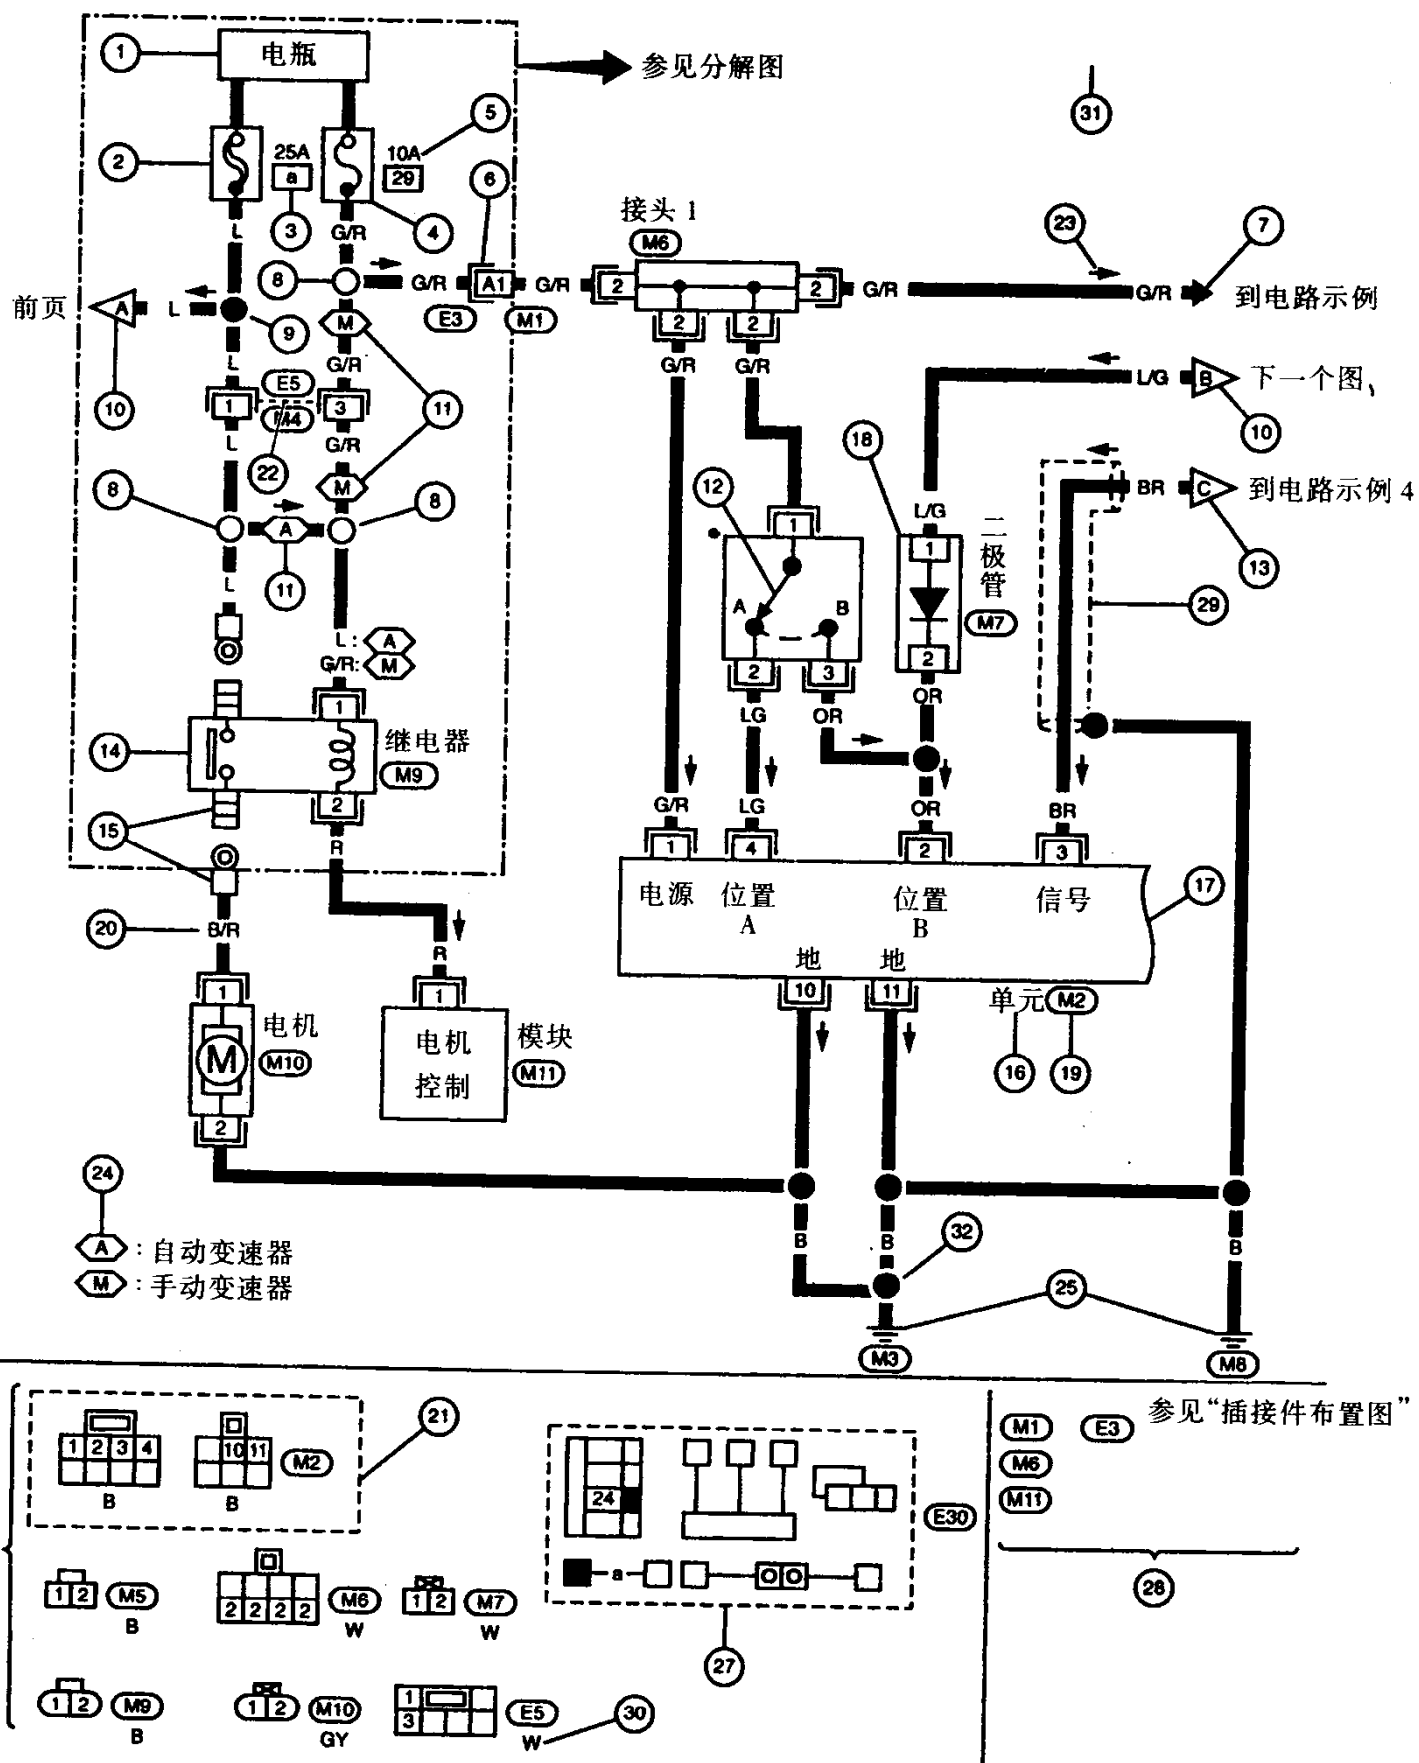
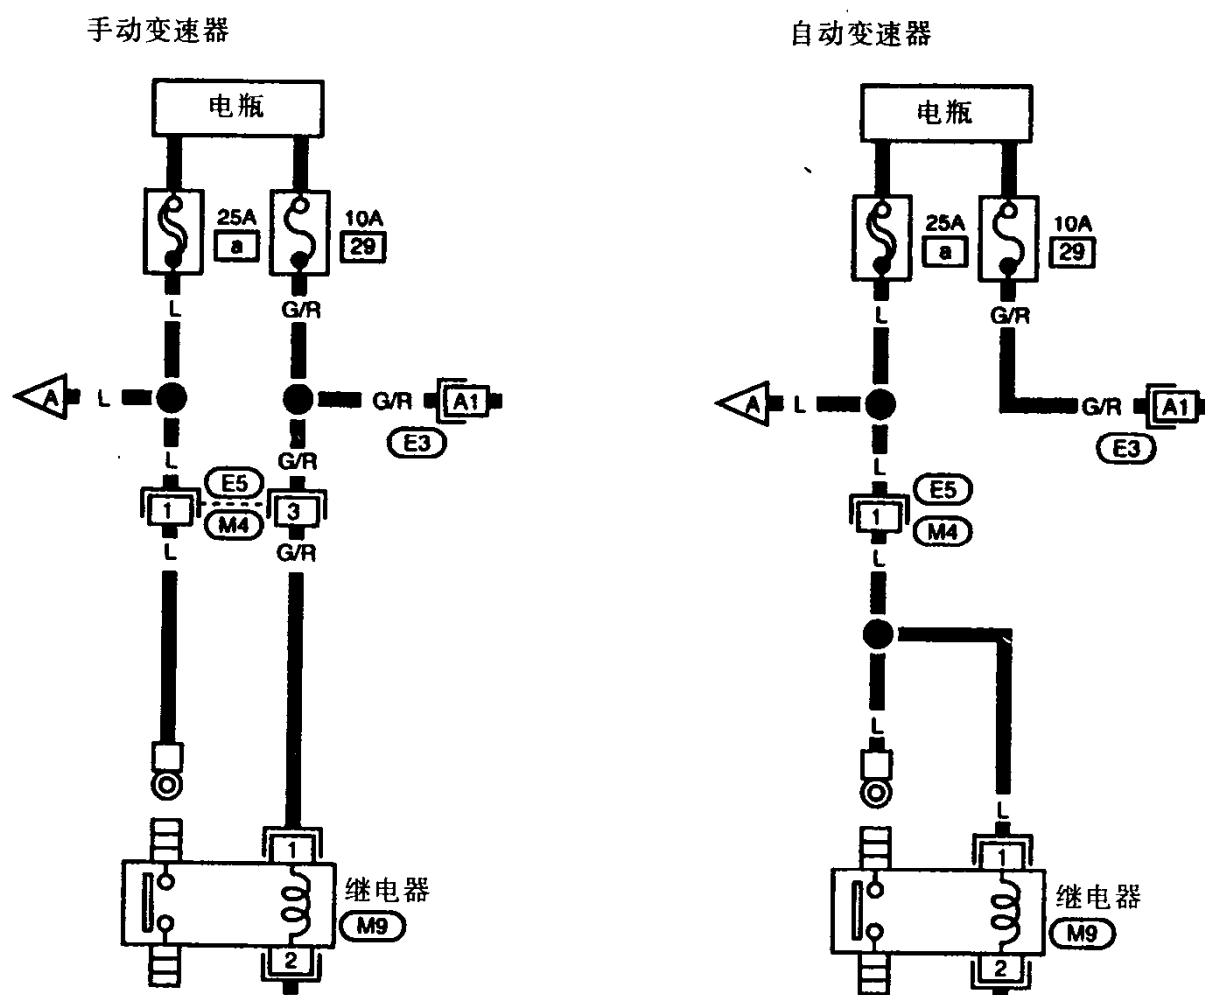

图 1-2-1
图 1-2-2
1. 电路图符号意义示例(图 1-2-1 和图 1-2-2)